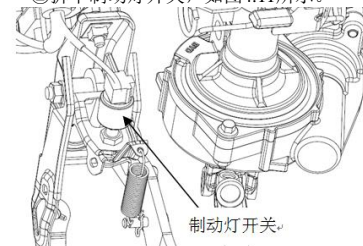

图 4-11
(11) 拆下转向管柱总成
① 将 EPS 电子控制单元上的电机接插件和扭矩传感器接插件拔出。
② 拆下制动灯开关，如图 4.11 所示。